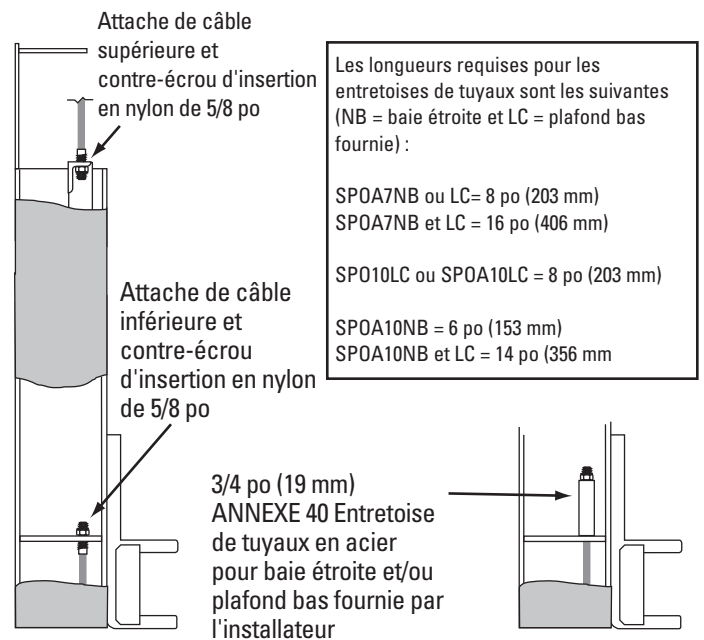

Fig. 15
- A) Voir la Fig. 13 pour la disposition générale des câbles. Tout d'abord, faites passer l'extrémité d'un câble dans le petit trou de la plaque de fixation inférieure. Fig. 15
- D) Tirez le câble vers le bas, Fig. 15.
- F) Fixez l'extrémité du câble au support d'arrimage supérieur du chariot, Fig. 15. Serrez le contre-écrou suffisamment pour appliquer une légère tension au câble.